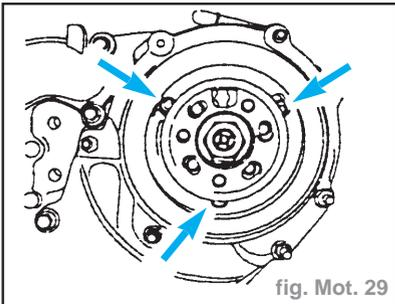

fig. Mot. 29
- Déposer le séparateur d'huile de recyclage des gaz de carter moteur. (fig. Mot. 29).